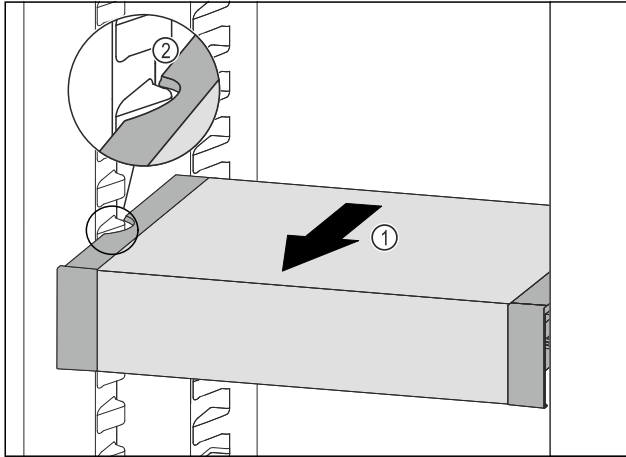

Fig. 129
- ▶ VarioSafe nach vorne ziehen Fig. 129 (1), bis sich die seitlichen Aussparungen des VarioSafes auf Höhe der Behälterrippe im Kühlteil befinden. Fig. 129 (2)